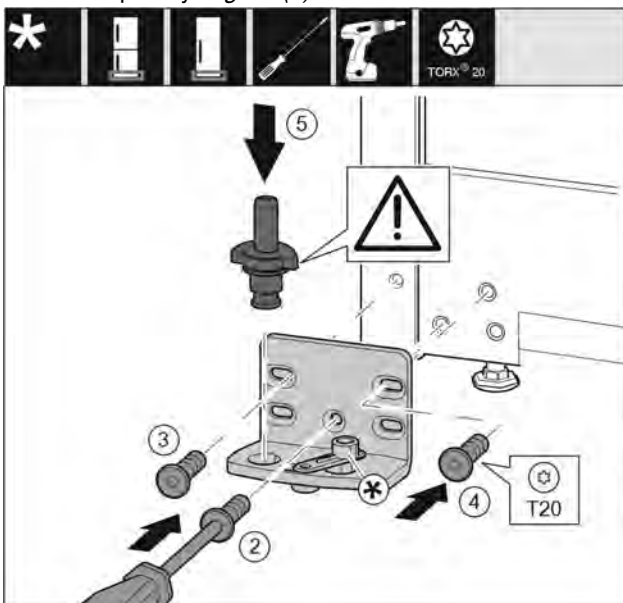

Fig. 25
- ▶ Установите опорный кронштейн с другой стороны и прикрутите с помощью отвертки T20. Начиная с винта 2 снизу в центре. Fig. 25 (2)
- ▶ Затяните винты 3 и 4. Fig. 25 (3,4)
- ▶ Установите опорный палец в сборе. При этом следите за тем, чтобы выступ фиксатора был направлен назад. Fig. 25 (5)